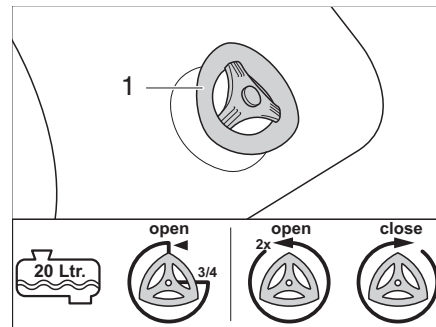

Fig. 341 Llave de desagüe
- 1/2 lleno o menos: Girar la llave de desagüe (Fig. 341,1) 3/4 de vuelta en el sentido contrario de las agujas del reloj. Se vacía el agua.
- 3/4 lleno y más: Girar la llave de desagüe (Fig. 341,1) 2 vueltas en el sentido contrario de las agujas del reloj. Se vacía el agua.
- Cerrar la llave de desagüe (Fig. 341,1) en el sentido de las agujas del reloj.